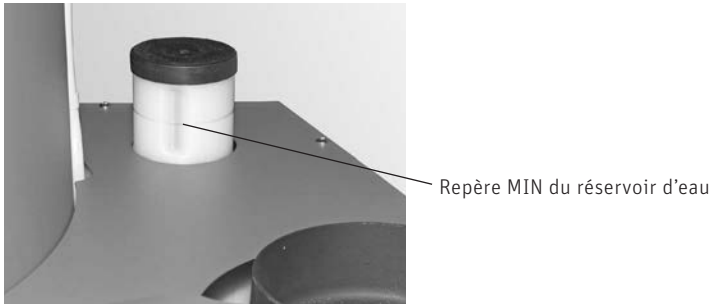

Fig. 120 Remplir le réservoir d'eau
- Retirer le bouchon du réservoir d'eau et faire l'appoint – Fig. 120.